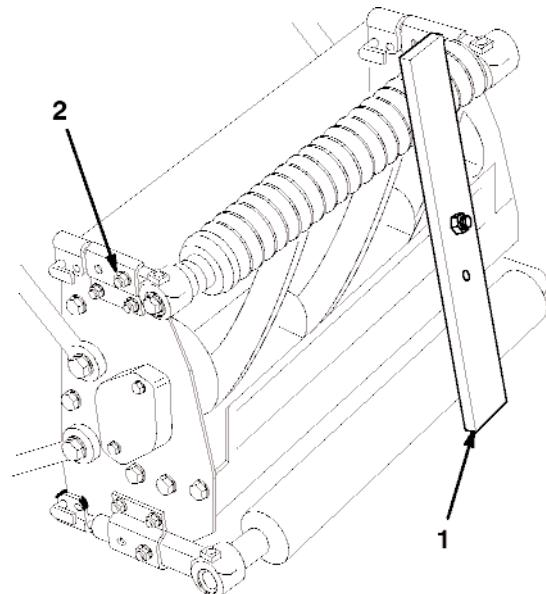

Figure 7
2. Desserrez légèrement l'écrou qui fixe chaque support du rouleau avant au support d'angle (Fig. 7).
4. Placez le calibre en travers des rouleaux avant et arrière et tournez les vis d'appui du rouleau avant jusqu'à que la base de la tête de la vis s'engage dans le bord coupant de la contre-lame (Fig. 7). Procédez ainsi aux deux extrémités du cylindre. Vérifiez que les rouleaux sont exempts de débris et/ou distorsions des surfaces.